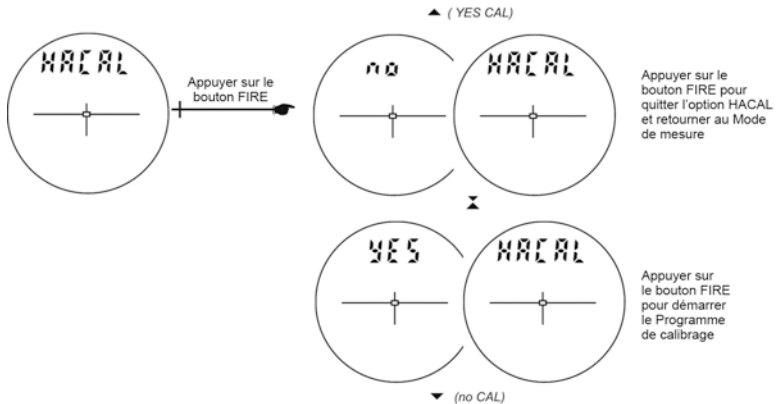

Figure 18
5. Appuyer sur le bouton  pour sélectionner l'option « HACAL ». Le message « no » « CAL » s'affiche sur l'écran principal et devrait apparaître comme l'illustre la Figure 18.